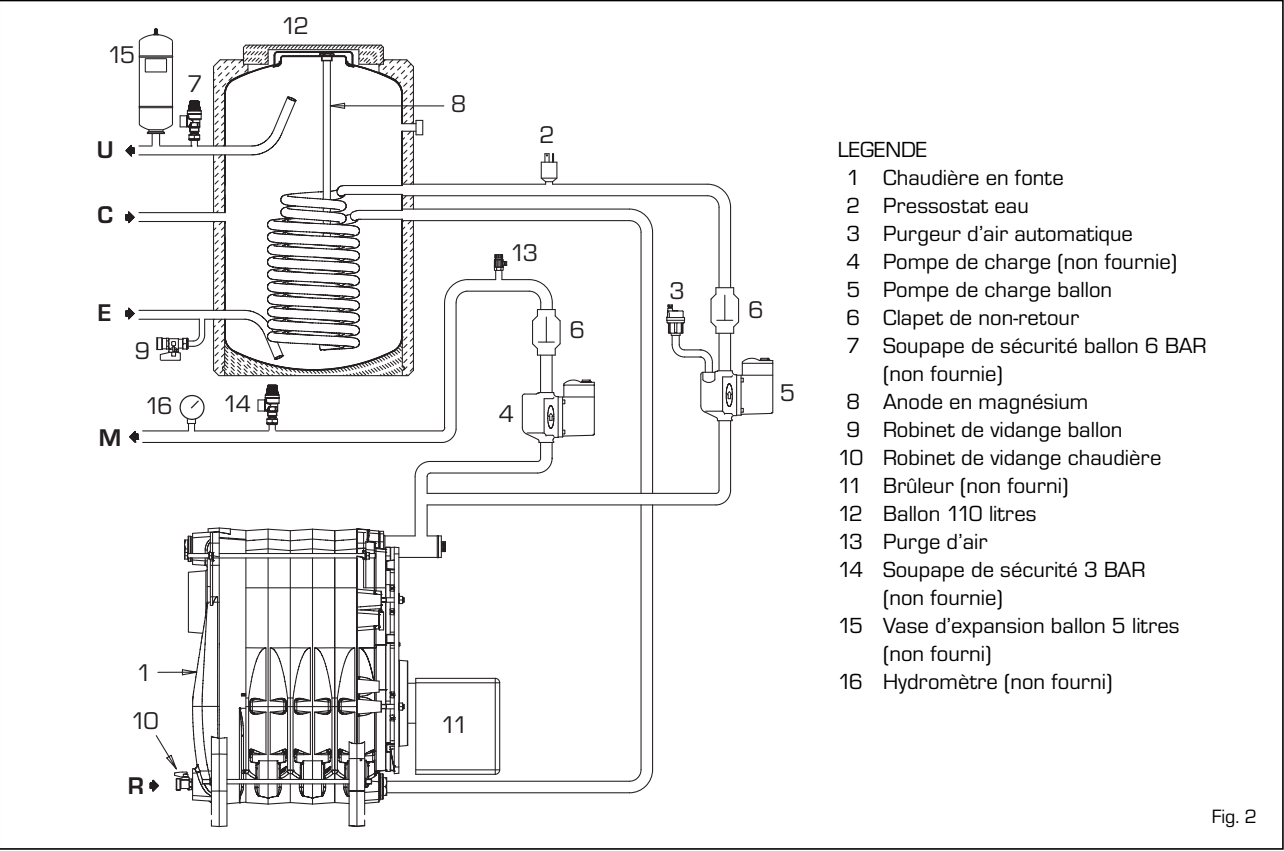

Fig. 2
2.3.1 Accessoires recommandés (fig. 2)
Pour faciliter cette opération ouvrir le clapet de non-retour (6 fig. 2) en mettant l'encoche en position horizontale. Remettre la vis dans la position d'origine une fois la purge terminée.